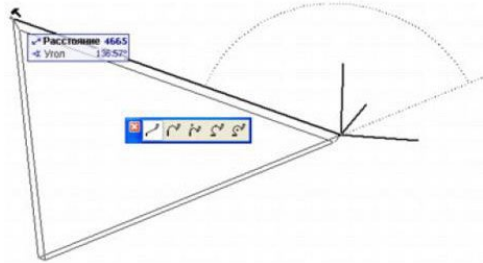

Рис. 5.6. Побудова перекриття у вигляді багатокутника
**Багатокутні перекриття.** Перша зліва піктограма дозволяє будувати перекриття у вигляді багатокутника (рис. 5.6.) Як і при побудові багатокутної стіни, з'являється локальна панель, яка дозволяє будувати прямолінійні і криволінійні сторони багатокутника перекриття.